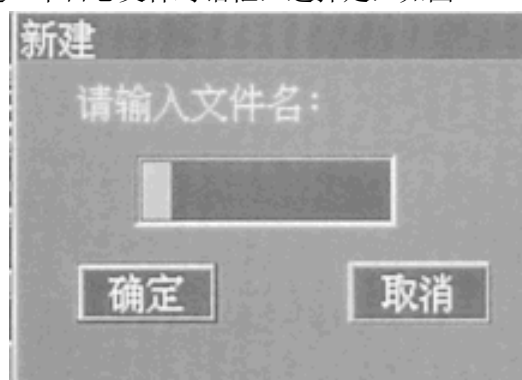

图 13-2 新建日志文件
- 1) 按 F1 键，出现是否新建一个日志文件对话框，选择是，如图 13-2 所示：